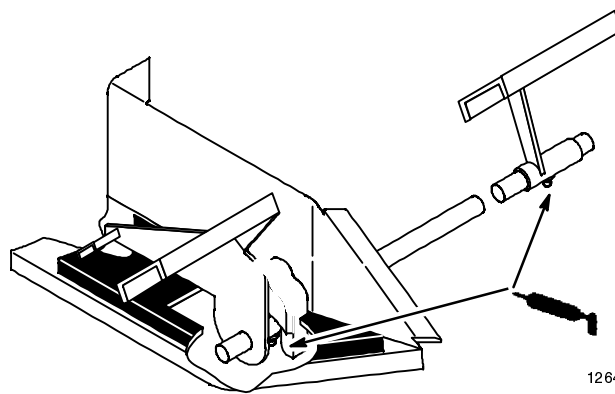

Bild 26
3. Fetten Sie das Fahrpedal an Modellen mit hydrostatischem Antrieb (oder die Brems- und Kupplungspedale und Maschinen mit herkömmlichem Getriebe), wo die Pedale auf einem Stift geschwenkt werden (Bild 26).